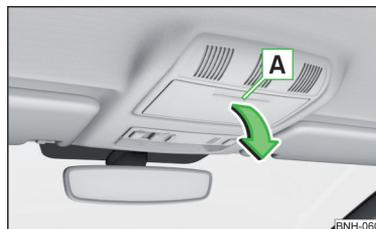

Fig. 79
- Presionar la tapa del compartimento para las gafas en la zona [A] » fig. 79. El compartimento se abre en el sentido de la flecha.
- Gire el compartimento en el sentido contrario al de la flecha » fig. 79 hasta que se oiga que encastra.